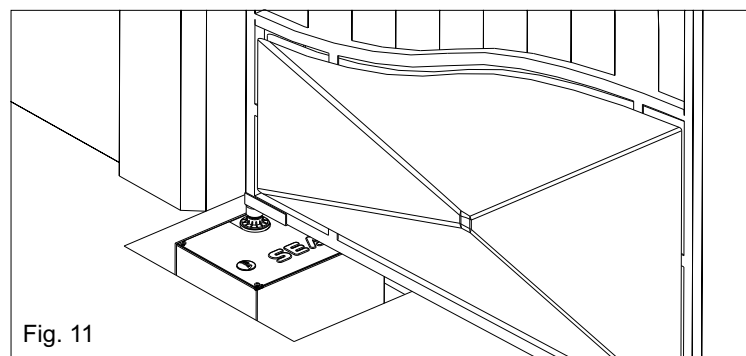

Fig. 11
3.7. Appuyer les vantaux du portail sur le profilé en U (Fig. 11) et les connecter à la charnier sur la part supérieure.